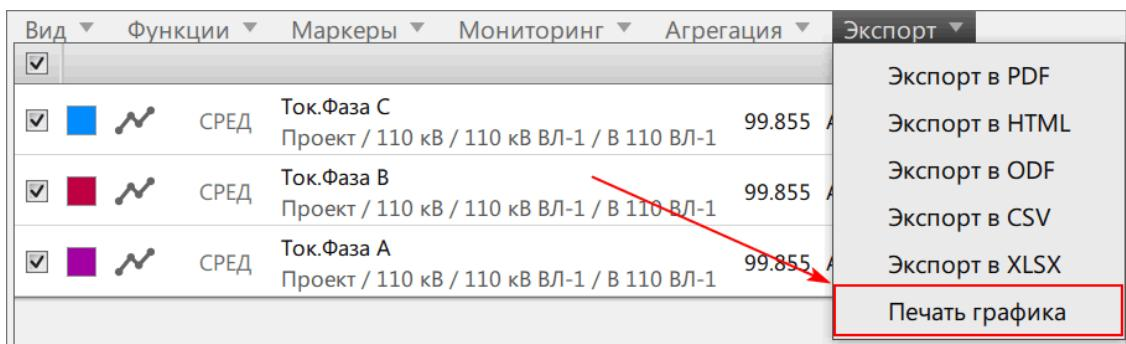

Рисунок 82 - Печать графика
2. Нажмите **Экспорт → Печать графика** (Рисунок 82).